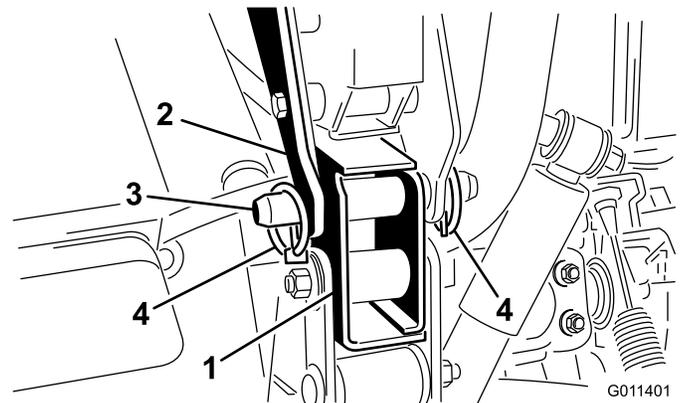

Figura 9
7. Fixe cada suporte de montagem traseiro ao chassis do veículo com um passador de forquilha e 2 pinos de sujeição (Figura 9).